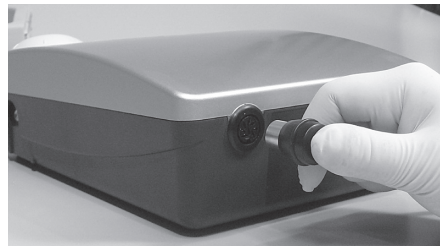

Abb.2
⑭ Fußpedal-Anschluss, wobei Sie es nach der Rille des Steckers ausrichten. (Abb. 2)